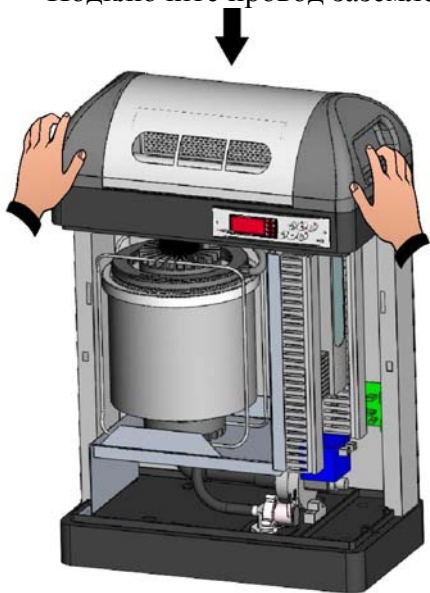

Рис. 4
5. Пропустите провод питания вентилятора через отверстие для кабеля дисплея пароувлажнителя. Установите парораспределитель на верхнюю часть увлажнителя, использовать винты не обязательно, достаточно состыковать оба элемента вместе (Рис. 4).